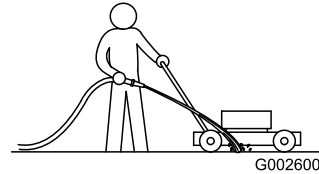

Figure 30
1. Mettez le moteur en marche lorsque la tondeuse se trouve sur une surface revêtue plane et dirigez un jet d'eau devant la roue arrière droite (Figure 30).